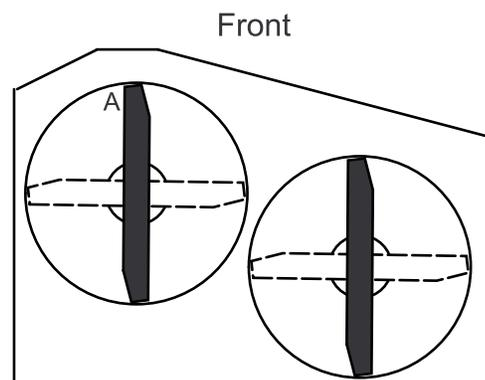

Figura 61
4. Mida en la posición A desde una superficie nivelada hasta el filo de corte de los extremos de la cuchilla (Figura 61).